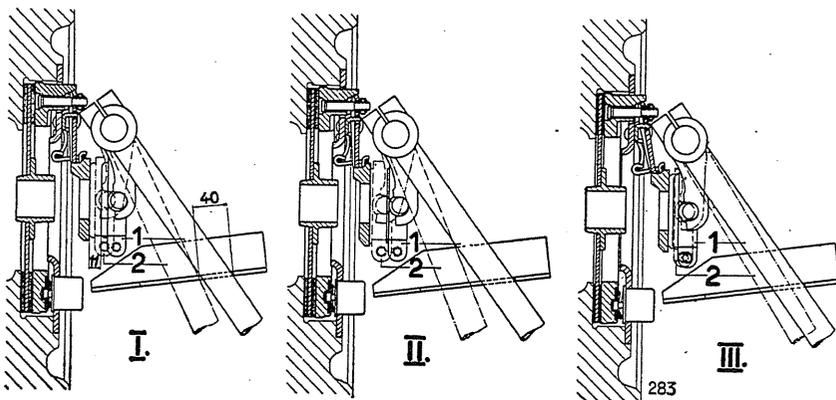

Bild Nr. 121
Die Kupplungsbetätigung des Schleppers läßt sich nicht nachstellen, jedoch sind die Ausrückwege so groß gewählt, daß sie die mit fortschreitendem Verschleiß des Kupplungsbelages eintretende Verkürzung bis zum Aufbrauch des Belages in sich aufnehmen können. Mit zunehmendem Verschleiß der Belagringe auf der Mitnehmerscheibe verringert sich der Weg des Fußhebels (121/1) zum Lösen der Kupplung von ursprünglich 40 mm (siehe Bild Nr. 121/I) auf etwa 12 mm (siehe Bild Nr. 121/III), gemessen am Anschlagblech des Fußhebels. Andererseits bedingt der gleichzeitige Verschleiß des Graphitringes eine Vergrößerung des Fußhebelweges, wie aus Bild Nr. 112/II ersichtlich ist. Es können also Rückschlüsse von der Länge des Fußhebelweges auf den Abnutzungszustand der Belagringe nur dann getroffen werden, wenn auch der Verschleiß des Graphitringes berücksichtigt wird.
40 mm entspricht. Vergleiche Bild Nr. 121/I. Bei verschlissenenem, also weniger
entsprechend größer aus. Vergleiche Bild Nr. 121/II. Der Verschleiß des Graphit-
6. Abstand des Graphitringes von der Ausrückscheibe entsprechend Bild Nr. 121 prüfen.